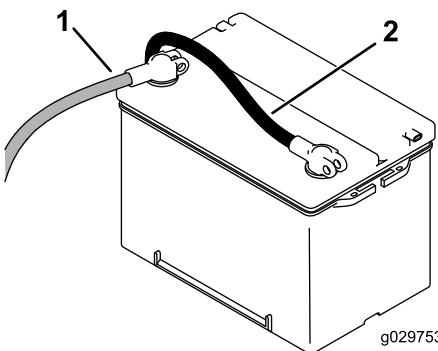

Figura 50
- Para que la máquina deje de recibir energía eléctrica, gire el interruptor de desconexión de la batería en sentido antihorario a la posición de APAGADO (Figura 50).
6. Conecte el cable positivo (rojo) al borne positivo (+) y, a continuación, conecte el cable negativo (negro) al borne negativo (-) de la batería (Figura 50).